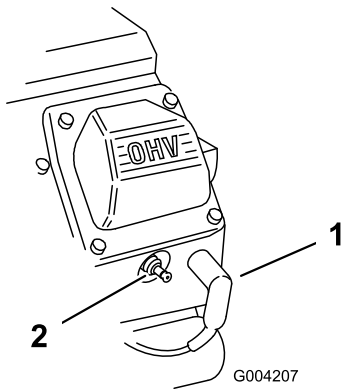

Figura 35
3. Staccate i cappellotti delle candele (Figura 35).
3. Collegate i cappellotti alle candele (Figura 35).